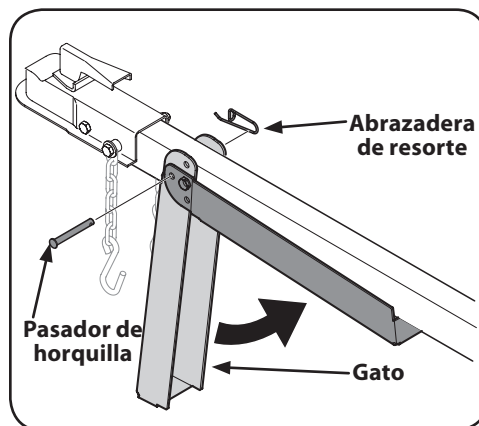

Figura 3-6
3. Sostenga la lengüeta y gire el gato hacia arriba contra la lengüeta. Vea la Figura 3-6.
4. Fije con la abrazadera de resorte y el pasador de horquilla que retiró previamente. Vea la Figura 3-6.